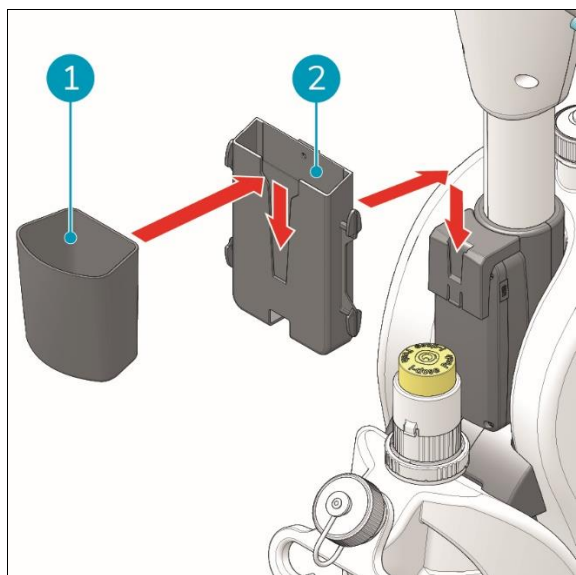

Figura 14
1. Faça deslizar a parte de trás do suporte do telemóvel (Figura 14, pos 2) na ranhura do suporte. Faça deslizar a parte de trás do caixote do lixo para reciclagem (Figura 14, pos 1) para o entalhe do suporte do telemóvel.